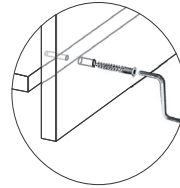

Рис.2
2. Полки конструктивные (поз.2) крепятся к вертикальным стенкам стеллажа (поз.1) при помощи винтов-конфирматов №8. См. рис. 2